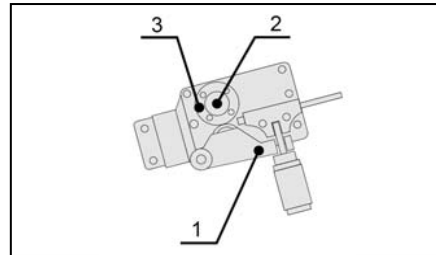

Bild 6 - Austausch der Zugrolle
- Lösen Sie mit der Hand die geriffelte Schraube, die die Zugrolle befestigt (Abbildung 6 Position 2).
- Die Zugrolle (Abbildung 6 Position 3) von der Welle ziehen.